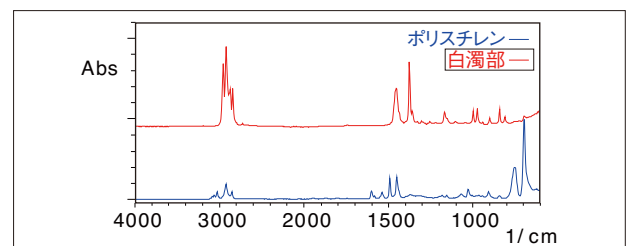

Fig. 4 白濁部の赤外スペクトルとポリスチレンのライブラリスペクトルとの比較
さらに，白濁部，食品トレー裏面 (PS) の赤外スペクトルを対比させてFig. 4に示します。食品トレー裏面 (PS) の694 cm-1付近のピークが白濁部の赤外スペクトルでも確認でき，白濁部にはPSが存在していると推測されますが，他の波数域ではPSのピークが確認できませんでした。また，800 cm-1以下の領域のベースライン上昇は無機化合物などの含有が推定されますが，今回使用したダイヤモンドの1回反射型ATR測定装置では600 cm-1以下の波数域が測定できないために，これらの情報だけでは白濁成分を特定することは容易ではありません。